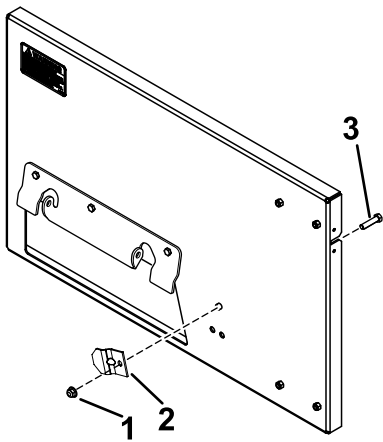

図 3
3. バガークランプをバガーとアダプタに取り付けるボルト $\frac{3}{8} \times \frac{3}{4}$ "とロックナット $\frac{3}{8}$ "を使用する 図 3。